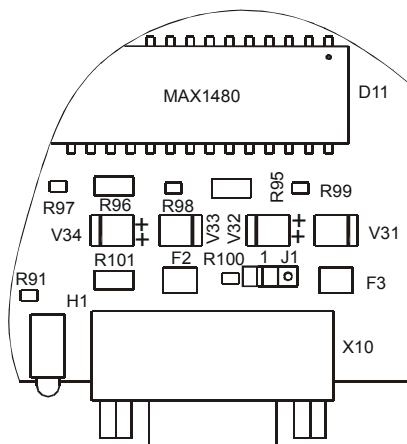

Рисунок 2 – Установка перемычки J1
- замкните контакты перемычки J1 на плате ЯБП1 (см. рисунок 2);